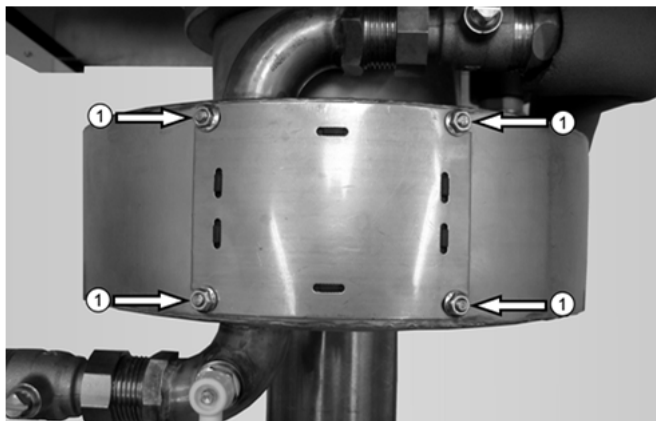

Abb. 74: Befestigungsmuttern ① der Reinigungsabdeckung
- ➔ Öffnen Sie die Kugelventile ② (s. Abb. 74) wieder, um eine Zerstörung des RWT durch ansteigenden Druck zu verhindern.